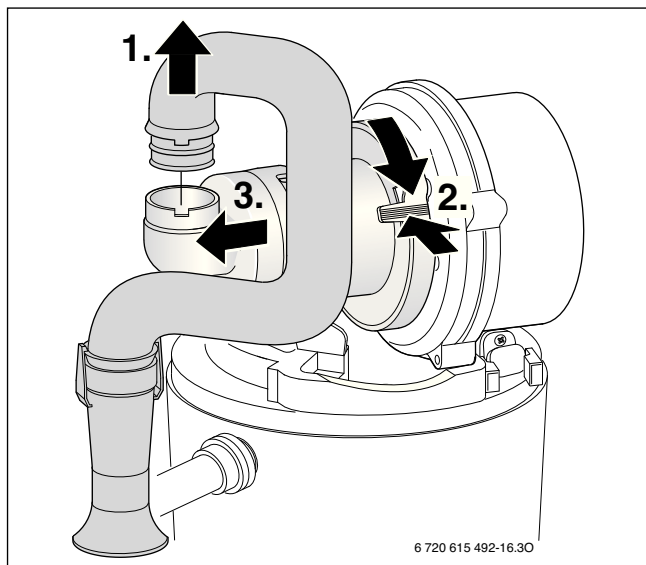

Рис. 46
1. Демонтируйте всасывающую трубу (рис. 46, 1).
2. Нажмите на фиксатор и поверните смесительное устройство (рис. 46, 2).
3. Снимите смесительное устройство (рис. 46, 3).
- Демонтируйте смесительное устройство согласно рис. 46.